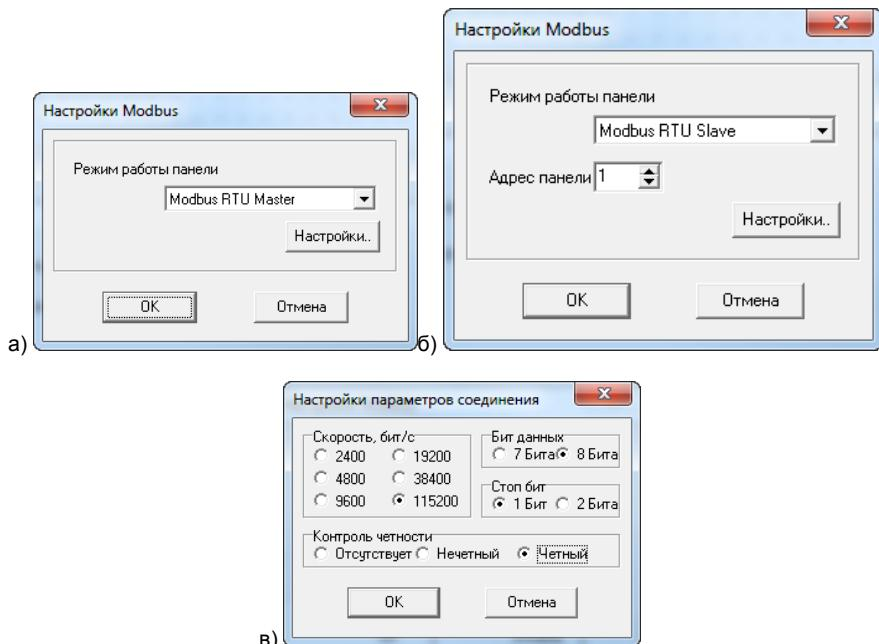

Рис. 4.1. Окна «Выбор ПЛК» (а) и «Настройки параметров соединения» (б)
- Нажать кнопку «Новый проект» () панели инструментов, или выбрать команду Файл | Новый проект, или нажать сочетание горячих клавиш <Ctrl+N>. Откроется окно «Настройки Modbus» (см. рис. 4.1, а или б).
- для того, чтобы панель ИП320 работала Мастером, следует выбрать Modbus RTU Master (см. рис. 4.1, а).
- Для того, чтобы панель ИП320 была подчиненным, следует выбрать Modbus RTU Slave (см. рис. 4.1, б). В этом же окне выбирается адрес панели из диапазона 1...247.
- В этом окне – нажать кнопку «Настройки». Откроется окно «Настройки параметров соединения» (см. рис. 4.1, в).